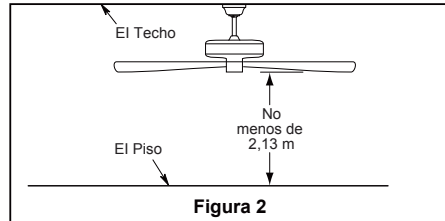

Figura 2
Caja profunda (Figura 2)
2. Retire el clip de horquilla y pasador de horquilla de la parte inferior de la bola para colgar. Retener el pasador y clip para la reinstalación en el paso 4. (Figura 2)
Debe colgar el ventilador a una distancia mínima de 2,13 m desde las aspas hasta el piso. (Figura 2)
Para evitar una posible descarga eléctrica, asegúrese de cortar la alimentación eléctrica de la caja de fusibles principal antes de alambrado el ventilador. (Figura 2)
- ☐ 2. Coloque y ajuste firmemente la cubierta para el tornillo de la base sobre los tornillos de reborde de la abrazadera para colgar mediante el mecanismo deseguro por giro del chavetero. (Figura 2)
- ☐ 2. Instale la ensamble de la placa de iluminación en el soporte utilizando las dos ranuras principales de conexión. Vuelva a colocar el tercer tornillo y asegure los tres tronillos. (Figura 2)
- ☐ 2. Restaure la fuente de alimentación de la toma de corriente enciendi la electricidad del fusible principal. (Figura 2)